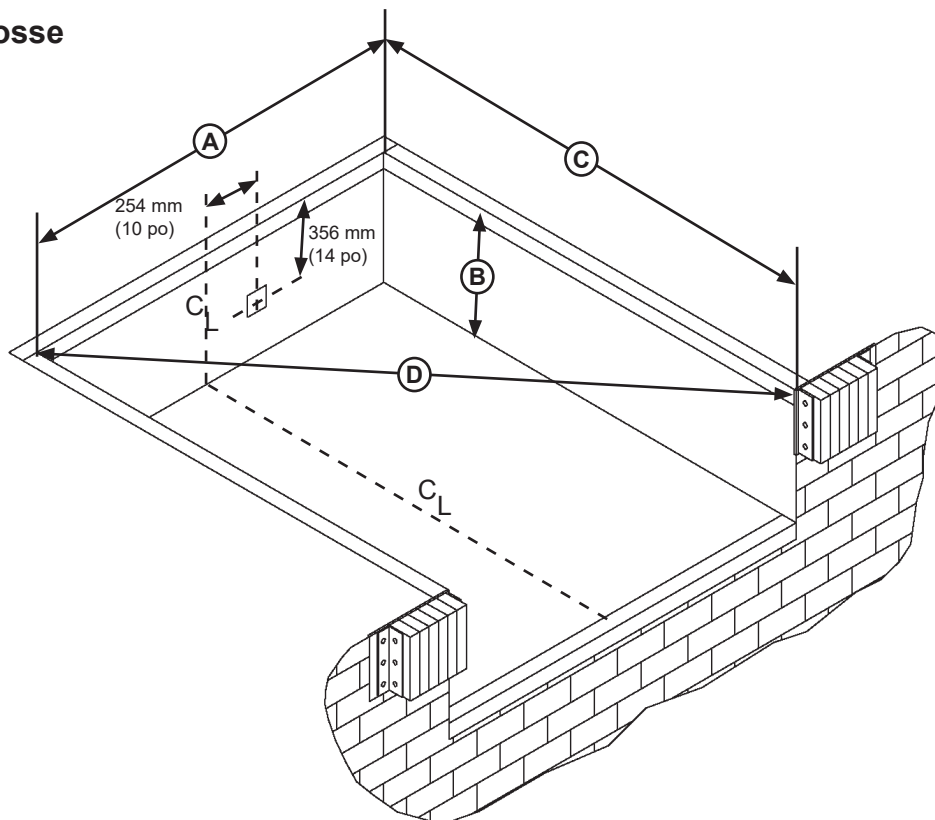

Figure 5
2. Vérifier que la construction de la fosse du niveleur de quai est entièrement conforme aux plans de fosse approuvés/certifiés. Vérifier que la fosse est d'équerre au moyen des mesures suivantes (voir Figure 5) :
- Mesurer la largeur de la fosse (A) à l'avant et l'arrière de la fosse.
- Mesurer la hauteur de la surface du quai au fond de la fosse (B) aux quatre coins.
- Mesurer la longueur de la fosse (C) des deux côtés.
- Mesurer la diagonale (de coin à coin) (D) des deux côtés. Effectuer ces mesures au niveau du quai et du fond de la fosse.